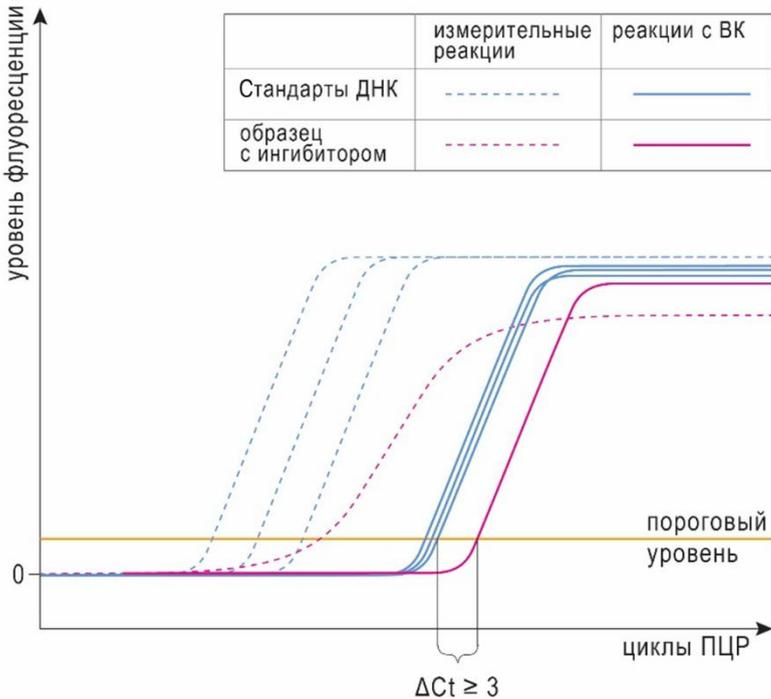

Рисунок 9 – схема сравнения значений C_q внутреннего контроля исследуемого образца и Стандартов ДНК в канале HEX.
- проанализировать данные в столбце C_q в поле с таблицей данных: при наличии в образце ингибиторов ПЦР значение C_q внутреннего контроля исследуемого образца превышает максимальное значение C_q внутреннего контроля Стандартов ДНК на 3 цикла или не определяется (см. рис. 9).